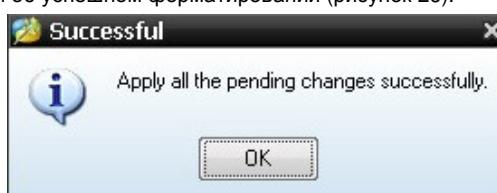

Рисунок 26. Сообщение об успешном завершении форматирования
8) По окончании процесса появляется диалоговое окно с сообщением об успешном форматировании (рисунок 26).